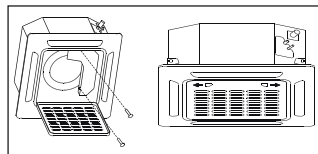

FIG. 31
- f) Fixe a tampa da caixa de controle com 2 parafusos, feche o filtro de ar e prenda os ganchos da grelha. (Fig. 31).